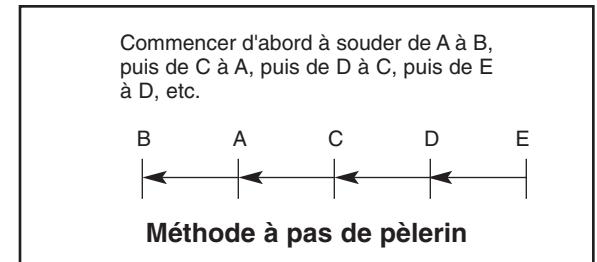

FIGURE 26
3. Quand on soude des tôles de 16 d'épaisseur (1,5 mm) et moins, un échauffement peut provoquer un gauchissement et un trou. La façon d'éliminer ces problèmes est d'utiliser la méthode dite à pas de pèlerin illustrée à la figure 26.